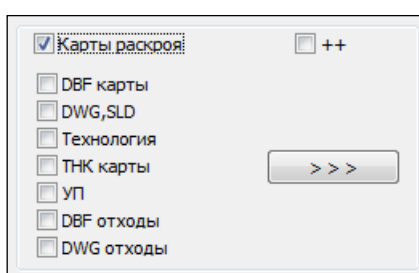

Рисунок 76. Область **Карты раскроя** (после активации)
Для активации области **Карты раскроя** необходимо включить одноименный флажок (рис. 76).
- если выбрана опция **DBF карты** (см. рис. 76), то копируются данные в таблицы БД klsmater.dbf (материалы), kr\_list.dbf (карты раскрыя), draws.dbf (чертежи, детали которых входят в карты), det\_zak.dbf (вспомогательные списки деталей, входящих в карты), spescr.dbf (детали отмеченных карт);